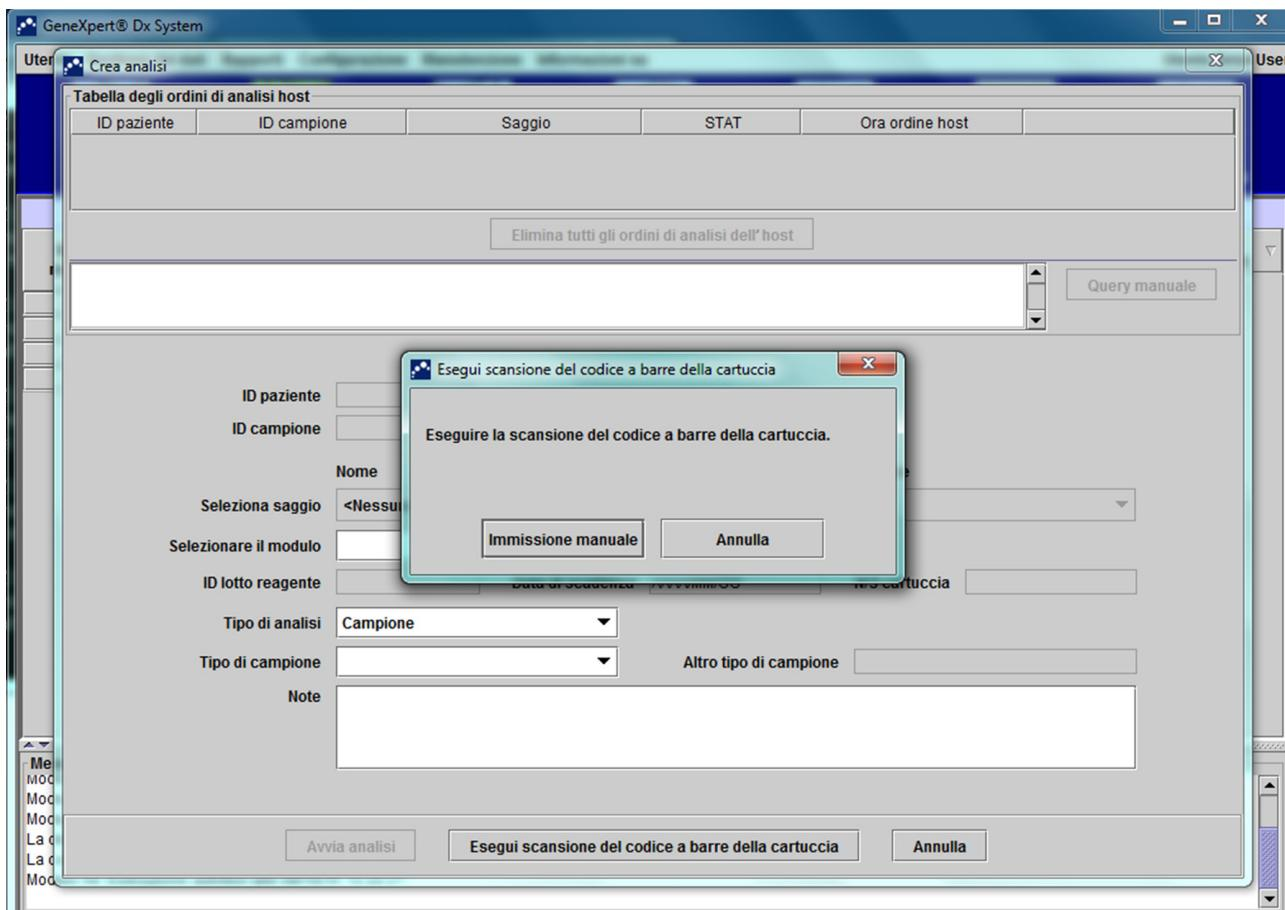
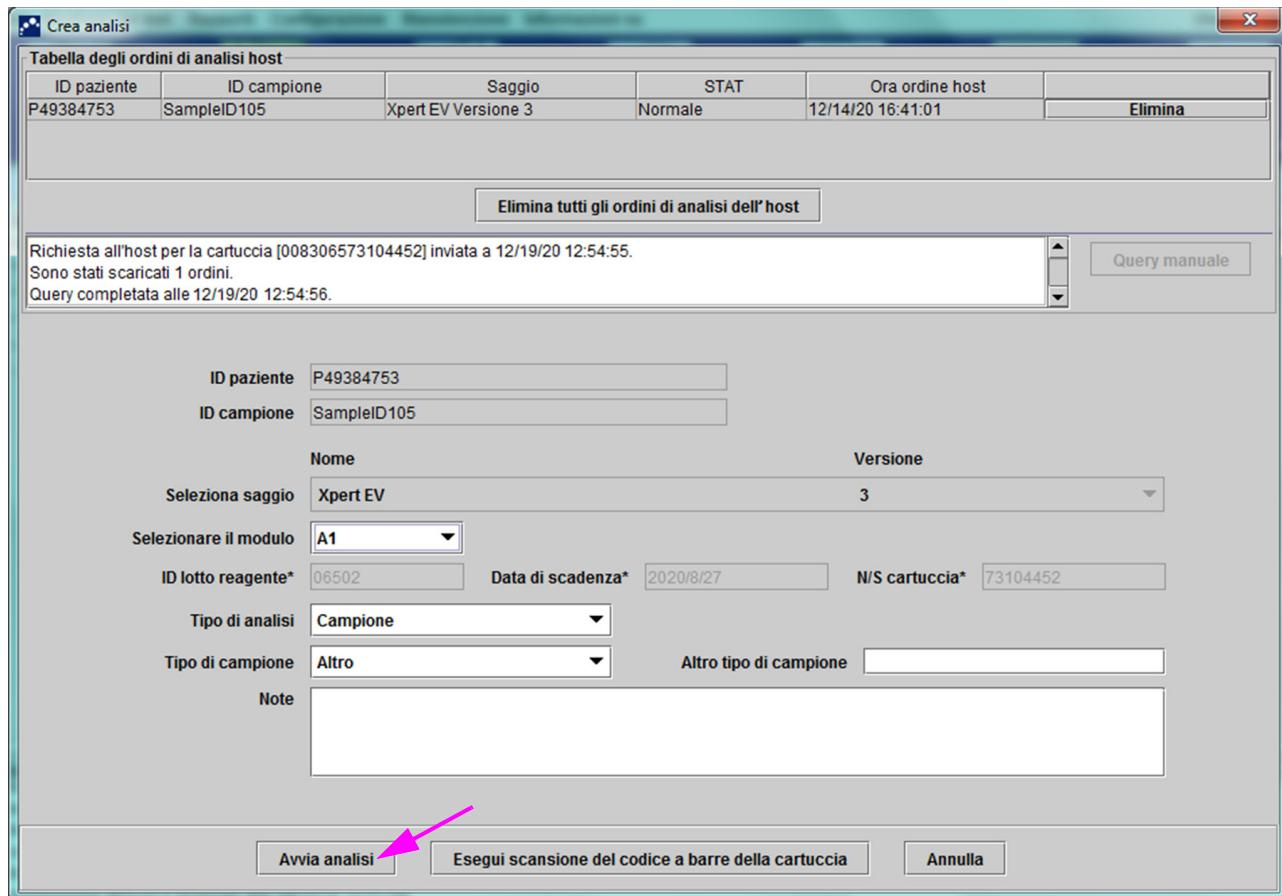

Figura 5-114. Tabella degli ordini di analisi host con sovrapposta la schermata Esegui la scansione del codice a barre della cartuccia
Figura 5-115. Schermata Crea analisi indicante il completamento della query relativa alla cartuccia
sistema GeneXpert Dx rivolgerà una query al sistema Cepheid Link per verificare l'esistenza dell'ordine nel sistema stesso. Se l'ordine esiste, verrà scaricato in sistema GeneXpert Dx. (Vedere la Figura 5-114.)
4. Nella sezione **Tabella degli ordini di analisi host**, (vedere la Figura 5-114), esaminare l'ordine. Se necessario, immettere informazioni o note aggiuntive, quindi selezionare il pulsante **Avvia analisi**. Compare la schermata iniziale di GeneXpert, con un messaggio che chiede di caricare la cartuccia nel modulo evidenziato in verde. Vedere la Figura 5-115.